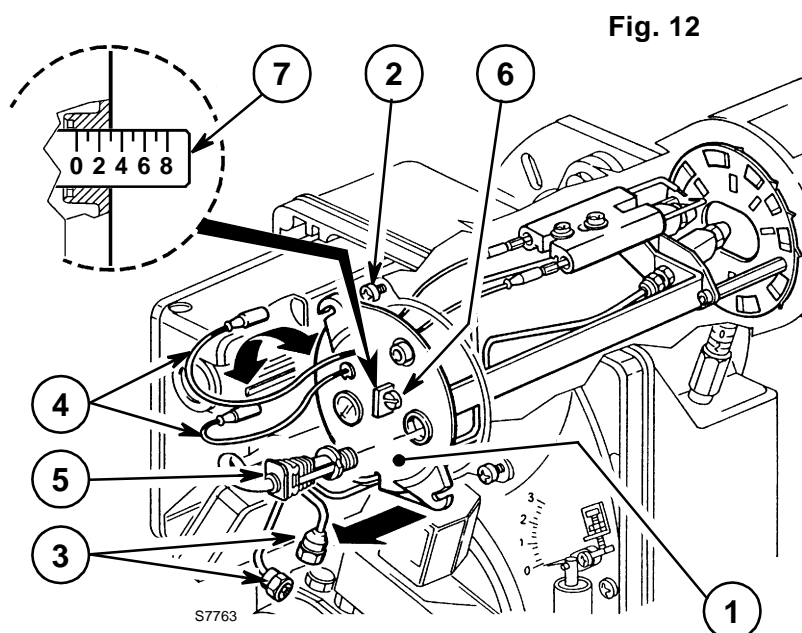

Fig. 12
SUSTITUCIÓN DE LAS BOQUILLAS, (fig. 12 y 13)
4.3 REGULACIÓN DEL CABEZAL DE COMBUSTIÓN (ver fig. 12, pág. 8)